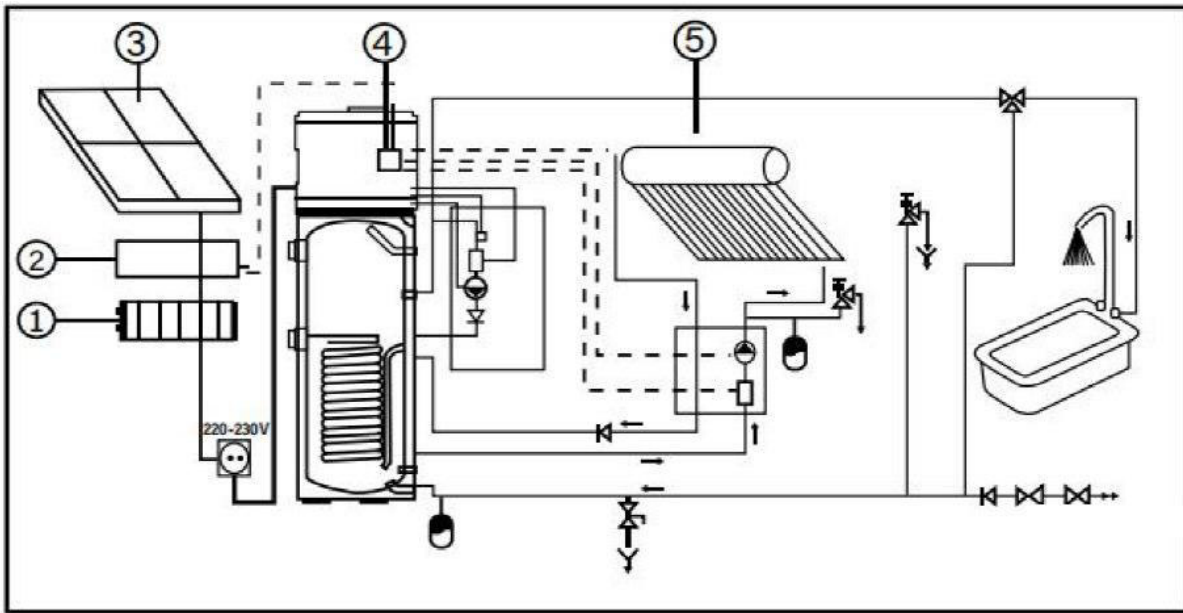

Abb. 5
- ▶ Schließen Sie den optionalen Sensor an den Controller an und befestigen Sie ihn ordnungsgemäß am hydraulischen System (Abb. 5).